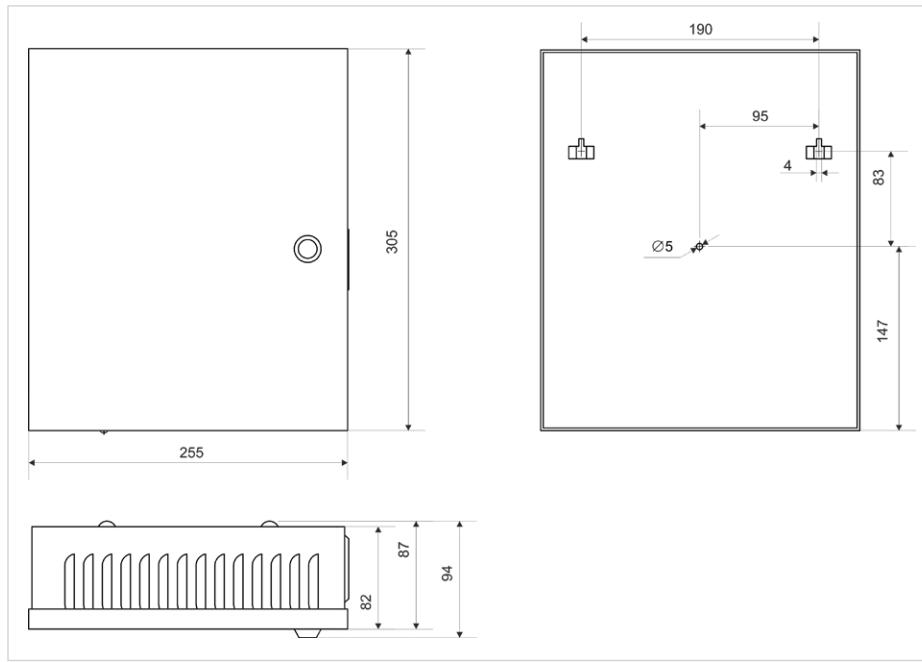

Рисунок 27. Габаритные размеры блоков «С2000-АСПТ», «Поток-ЗН», «Рупор»
1. Наметьте на стене места для трех установочных отверстий в соответствии с габаритным чертежом (см. рис. 27).